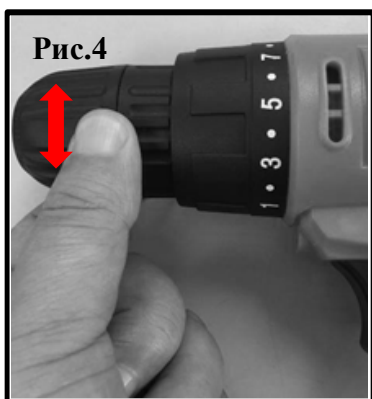

Рис.4
7.4. Установка сверла или биты (Рис.4, 4а).
- Чтобы вставить сверло или биту (Рис.4):
- поворачивайте подвижную муфту патрона влево, чтобы затянуть, и вправо, чтобы ослабить (для модели **SD18L/1-2** с 1 муфтовым быстрозажимным патроном (Рис.4а)).